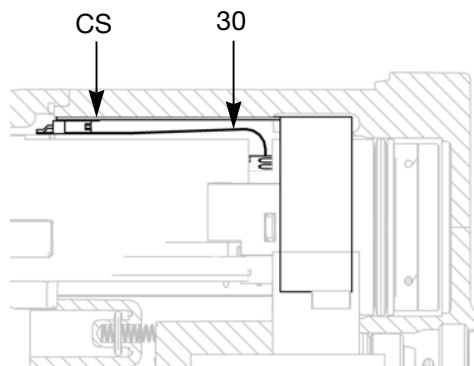

FIG. 28. Raccordement du circuit flexible
- Introduire l'alimentation électrique/la turbine dans le corps du pistolet (10). Assurez-vous que les barrettes de terre (EE) sont bien en contact avec le corps du pistolet.
Uniquement pour les modèles Smart : Alignez le connecteur du circuit flexible à 6 broches (30) avec la prise (CS) en haut du corps du pistolet. Voir FIGURE 28.